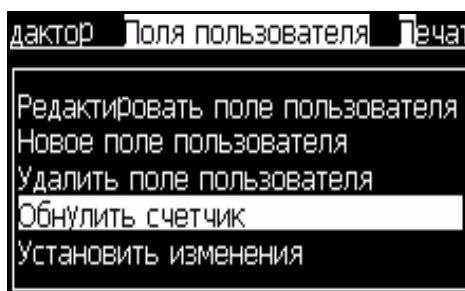

Рисунок 5-48: Выберите счетчик для сброса показаний
- 2 Выберите опцию “*Reset Counter*” (сбросить показания счетчика) (смотрите Рисунок 5-48).